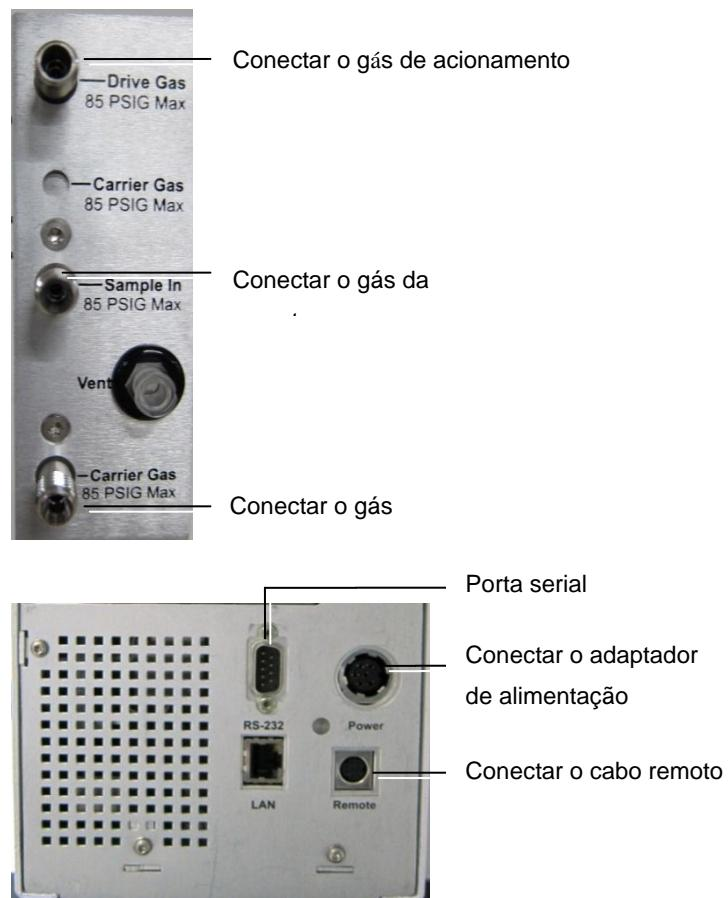

Figura 23 Diagrama esquemático da interface de cabo e linha de gás
3. Conecte a linha de gás de acordo com a Figura 23.